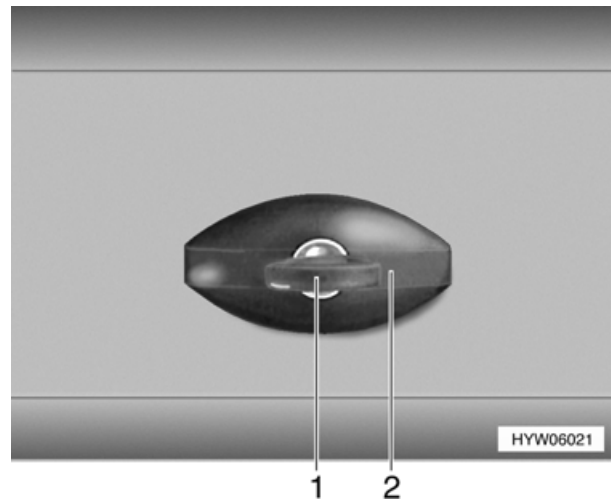

Bild 20 Klappenschloss (Variante 1)
- Bei Regen kann Wasser in das geöffnete Klappenschloss eindringen. Deshalb den Schlossgriff (Bild 20,2) wie auf Bild 20 abgebildet schließen.
- Schlüssel in Schließzylinder (Bild 20,1) stecken und eine viertel Umdrehung entgegen dem Uhrzeigersinn drehen. Schlossgriff (Bild 20,2) schnappt heraus.
- Schlossgriff (Bild 20,2) im Uhrzeigersinn drehen, bis er waagrecht steht. Das Klappenschloss ist jetzt verriegelt, jedoch nicht verschlossen.
- Schlüssel in Schließzylinder (Bild 20,1) stecken.